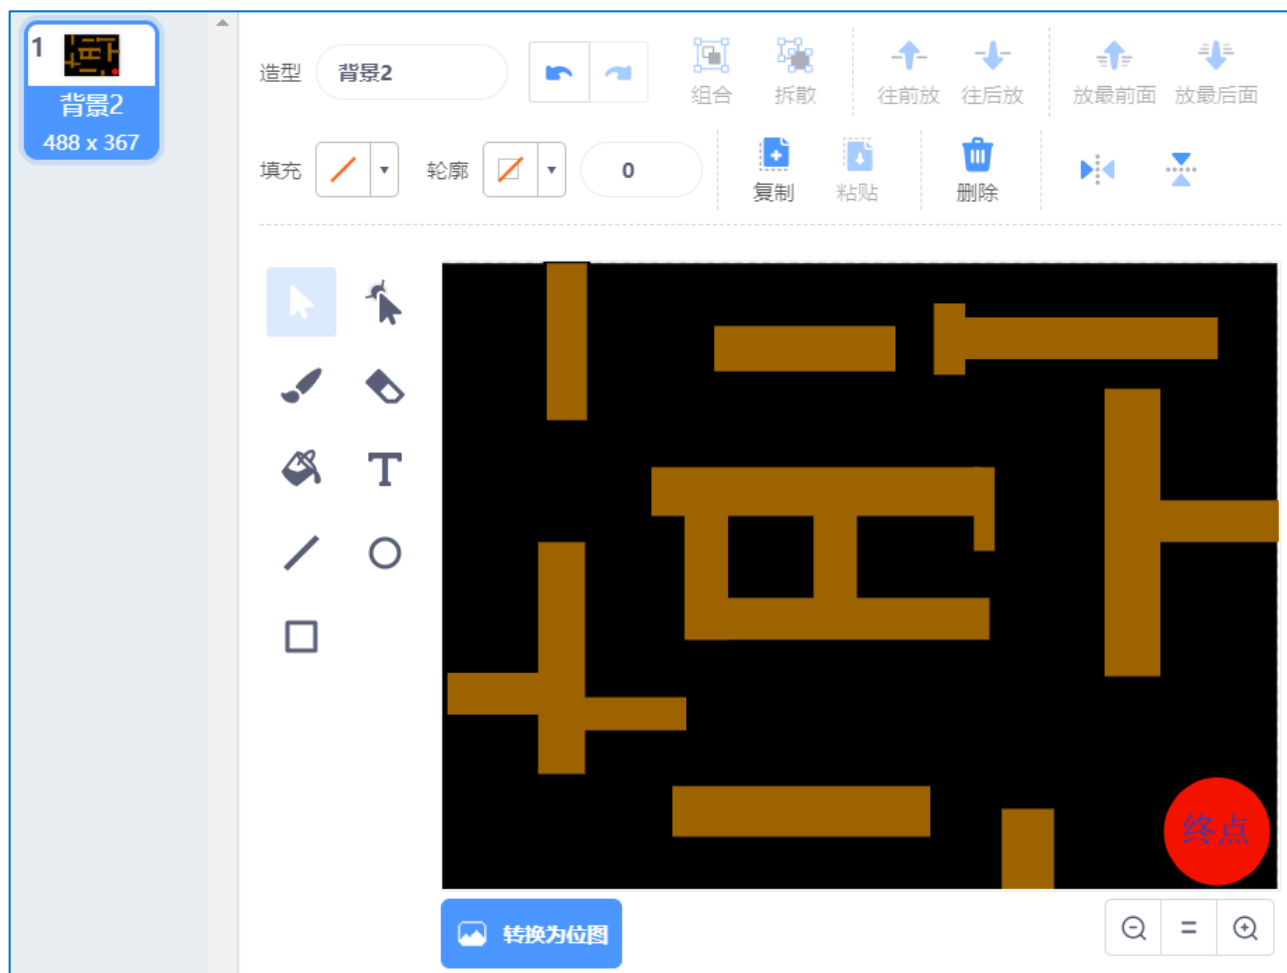

图 4-4 迷宫地图
3. 使用画图板为舞台绘制背景图片，作为迷宫地图。绘制时，迷宫的入口在舞台的左边缘，胜利标志在舞台的右边缘，并绘制为红色区域，用于检测是否到达迷宫胜利处。参考如图 4-4 所示：